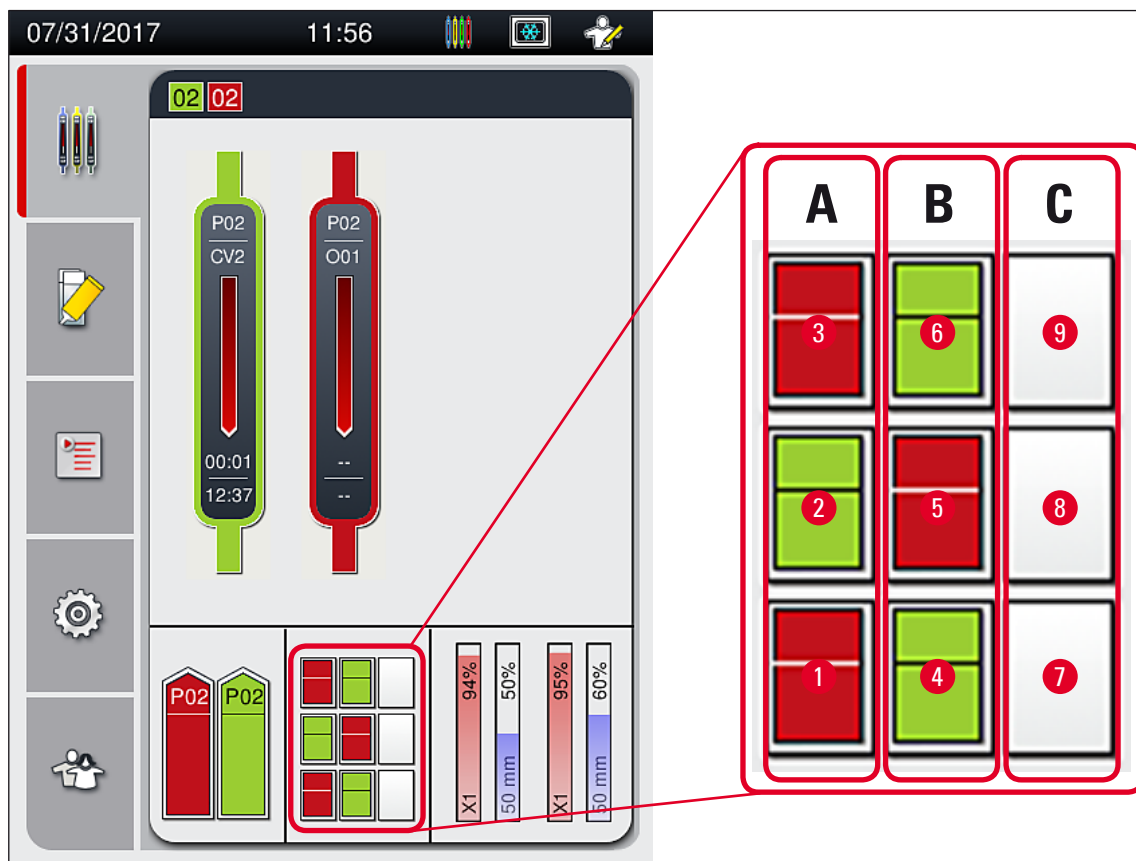

Fig. 75
- Udføringsskuffen kan rumme op til 9 stativer. Stativerne placeres i udføringsskuffen i den viste rækkefølge fra A1 til C9 (→ Fig. 75).